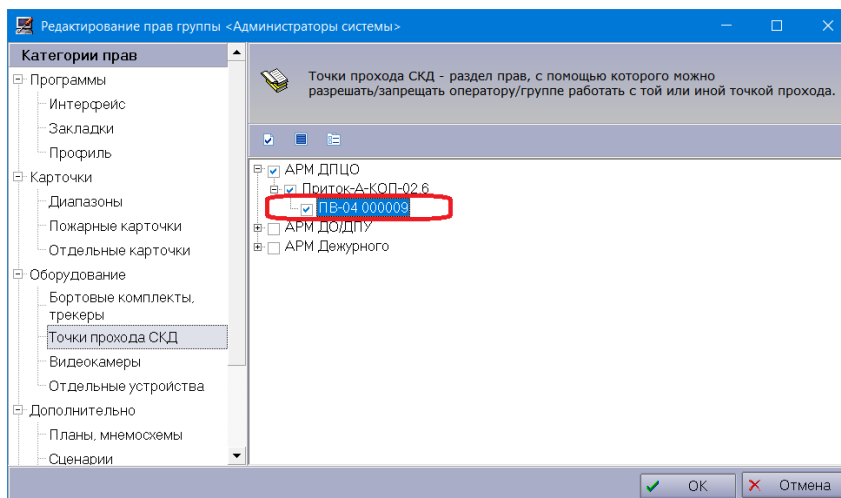

Рисунок 75 – Категории оборудования
4.2.3 В окне редактирования прав групп, в категориях прав открыть пункт «Оборудование», выбрать «Точки прохода СКД» и в области редактирования отметить интересующую точку прохода (см. рисунок 75).